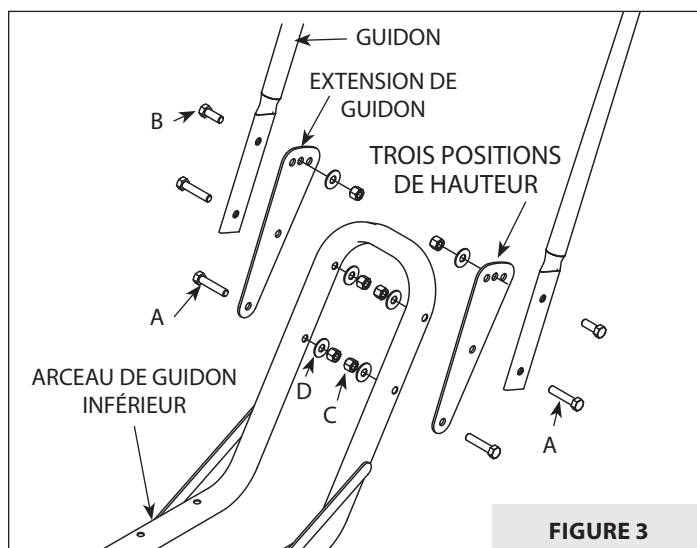

FIGURE 3
6. Trouver les extensions de guidon et les placer sur l'extérieur de l'arceau de guidon inférieur. Veiller à bien aligner les extensions de guidon sur l'arceau de guidon comme sur l'illustration. **VOIR FIGURE 3.**
7. Enfiler une vis M10 x 45 mm (A) dans chacun des trous inférieurs dans le côté des extensions. Ces vis doivent passer à travers le trou du bas de l'arceau de guidon inférieur. Placer une rondelle plate M10 (D) et un écrou autobloquant M10 (C) sur l'extrémité de chaque vis et serrer à la main. **VOIR FIGURE 3.**
8. Attacher le guidon à l'extérieur des extensions de guidon (côté opposé à l'arceau de guidon). Enfiler une vis M10 x 45 mm (A) dans chacun des trous inférieurs du guidon et à travers le trou du milieu de l'extension de guidon. Placer une rondelle plate M10 (D) et un écrou autobloquant M10 (C) sur l'extrémité de chaque vis et serrer à la main. **VOIR FIGURE 3.**
9. Enfiler une vis M10 x 25 mm (B) dans chaque trou supérieur du guidon et à travers l'un des trois trous de l'extension de guidon en fonction de la hauteur de guidon souhaitée. Placer une rondelle plate M10 (D) et un écrou autobloquant M10 (C) sur l'extrémité de chaque vis et serrer à la main. **VOIR FIGURE 3.**